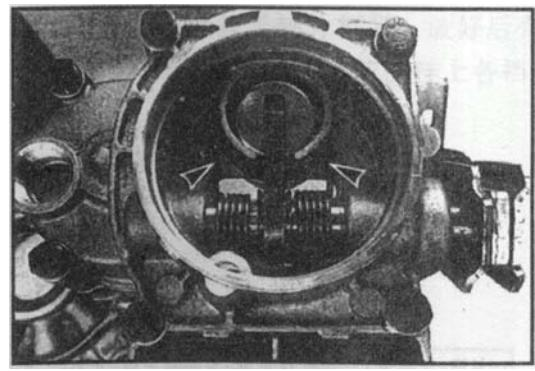

图 4-48 安装离合器分离指
- (1) 油封表面涂上润滑脂, 用专用工具将油封压入。
- (2) 安装离合器分离指如图 4-48 所示位置。再安装分离轴、弹簧、卡子。弹簧安装时, 如图 4-48 所示位置。